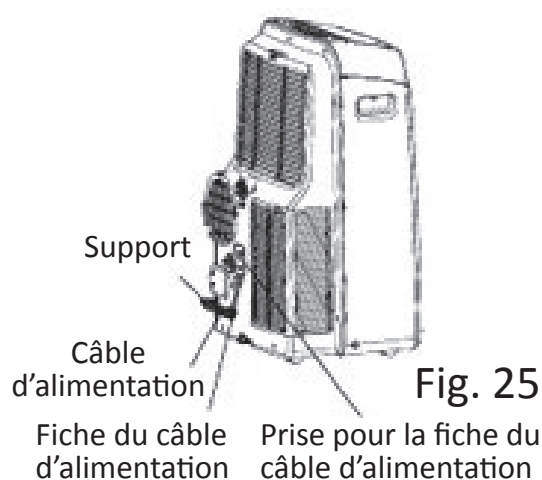

Fig. 25
- Éteignez l'appareil et débranchez-le, enrroulez son câble d'alimentation et attachez-le avec du ruban adhésif (voir Fig. 25). Retirez les piles de la télécommande.